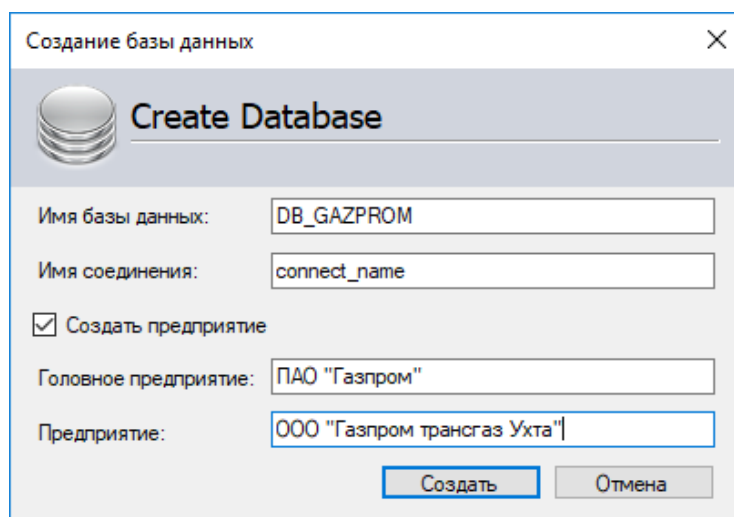

Рисунок 3.2.5
- дождаться соединения с сервером, нажать кнопку «Создать БД». В появившемся окне (см. Рисунок 3.2.5) задать: **Имя базы данных**, **Имя соединения**, **Главное предприятие** и **Предприятие** в соответствующих полях и нажать кнопку «Создать»;